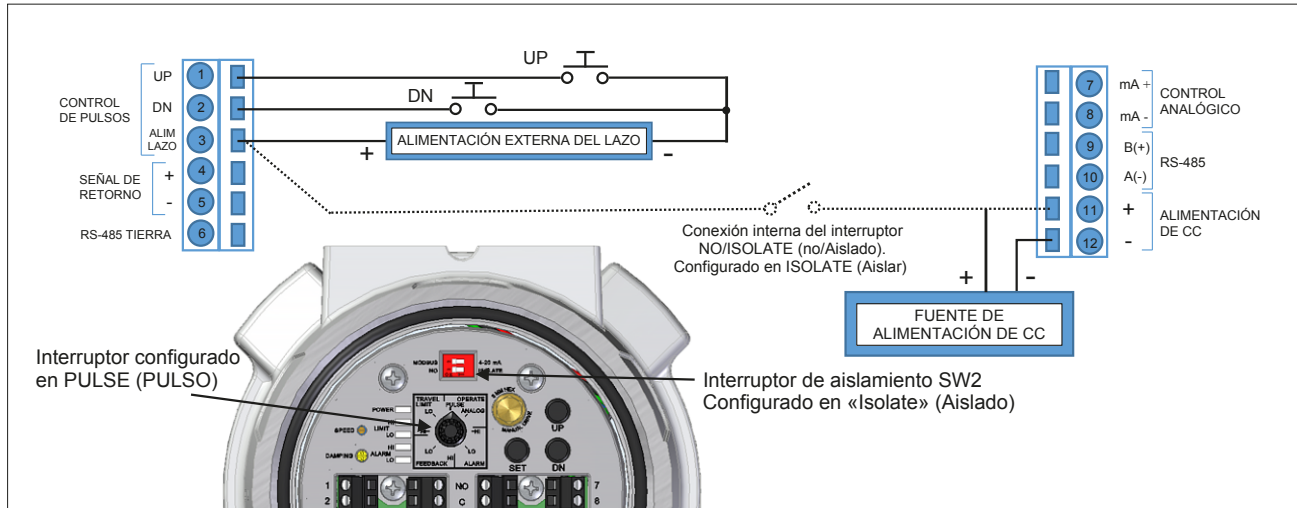

Imagen 3 Control de entrada de pulsos eléctricamente aislados usando una alimentación de lazo externo
**SW2, Aísla:** Las entradas del control de pulsos están aisladas de la fuente de alimentación de CC que proporciona energía a la unidad y deben alimentarse mediante una fuente de alimentación externa separada. (Véase la imagen 3). Esto es útil para recorridos largos de las líneas de control, para eliminar los lazos de tierra con la fuente de alimentación local y el equipo de control.